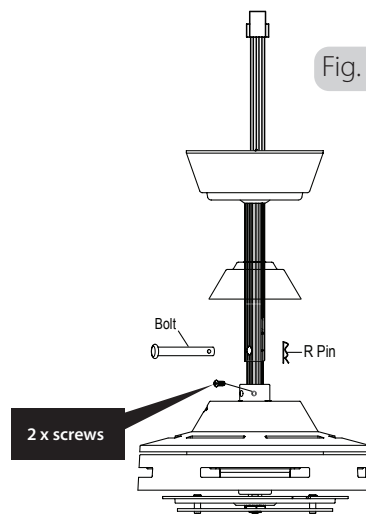

Fig. 5
2. Führen Sie das Hauptkabelbündel in und durch das Hängerohr. Vergewissern Sie sich, dass das Aufhängerohr mit zwei Schrauben an der Kupplung festgeklemmt ist, um Rütteln und Schwingen während des Betriebs zu vermeiden. Überprüfen Sie erneut, ob alle Schrauben richtig angezogen sind. Heben Sie die Ventilatoreinheit vorsichtig bis zur Aufhängehalterung an. Siehe Abb. 5.
2. Insert the wiring loom from the motor into and through the downrod. Attach the downrod to the coupler using the bolt, inserting the R pin. Ensure the downrod is clamped with two screws on the coupler to prevent shaking and wobble during operation. Re-check that all screws are properly tightened, slide the coupling cover down to the downrod. Refer to Fig 5.
2. Poussez le faisceau de câblage du moteur à travers la barre. Assurez-vous que la barre est fixée au coupleur par deux vis pour éviter toute oscillation du ventilateur lors de l'utilisation. Vérifiez une nouvelle fois que toutes les vis sont correctement serrées. Soulevez précautionneusement le montage du ventilateur jusqu'au support de suspension. Voir Figure 5.
2. Duw de bedrading van de motor door de stang. Zorg dat de stang goed met twee schroeven vastzit aan de koppeling om te voorkomen dat de ventilator gaat wiebelen tijdens gebruik. Controleer opnieuw of alle schroeven goed zijn aangedraaid. Til de ventilatoreenheid voorzichtig op tot aan de ophangbeugel. Zie fig 5.
2. Insira o chicote de cabos do motor no interior e através da haste inferior. Assegure que a haste inferior está presa com dois parafusos no acoplador para evitar a vibração e oscilação durante o funcionamento. Volte a verificar se todos os parafusos estão devidamente apertados. Levante com cuidado a unidade da ventoinha até ao suporte de suspensão. Consulte a Fig 5.